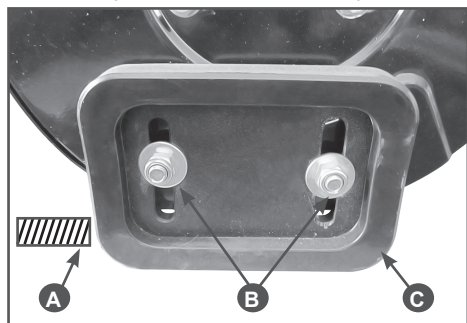

Рис. 12 Регулировка высоты забора снега
Снегоотбрасыватель снабжен двумя салазками (Рис.12) для настройки высоты забора снега, расположенными на внешней стороне кожуха шнека. С их помощью можно приподнимать кожух шнека над уровнем земли. При уборке снега с твердой поверхности, такой как, мощеные дороги и пешеходные тротуары, опускайте кожух шнека ближе к земле, приподнимая салазки. При уборке снега с каменистых или неровных поверхностей поднимайте кожух шнека над уровнем земли, опуская салазки. Это будет способствовать тому, чтобы камни и прочий мусор не захватывались и не выбрасывались шнековым механизмом.
1. Поместите колодку нужной высоты (A), равной желаемой высоте от земли, под кожух шнекового механизма (A) Рис.12.
2. Ослабьте гайки крепления салазок (B), Рис.12 и установите салазки (C) на необходимую высоту. Снова затяните гайки.